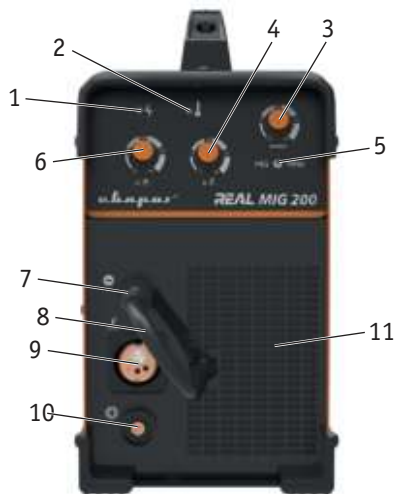

Рис. 6.1. Вид спереди.
5. Выберите способ сварки MIG/MAG (п 5., рис. 6.1) и переднюю или ручную сварку.